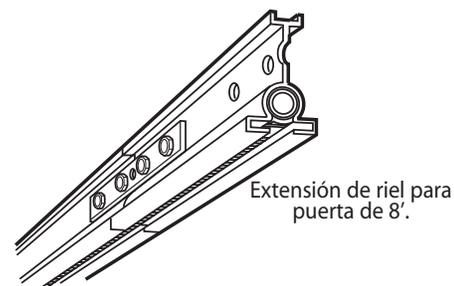

Figura 3 Kit de extensión del riel
- B** Si la altura de la puerta es de 8'-0" usted necesita un kit de extensión del riel, (Figura 3) (Vea el formulario de pedido de accesorios, página 14).